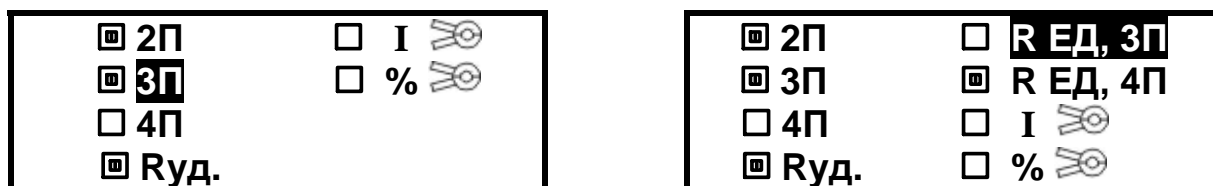

Рисунок 2.3.1 - Опция «НАБОР РЕЖИМОВ» для ИС-10 и ИС-10/1 соответственно
- в опции «НАБОР РЕЖИМОВ» - установка доступных режимов измерений для оперативного выбора при работе (см. рисунок 2.3.1). Режимы, которые могут быть